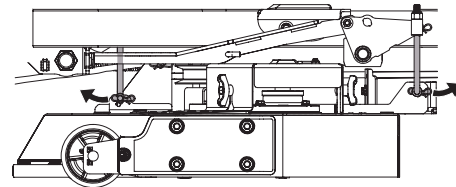

Figura 51
- 8. Extraiga el pasador de chaveta del extremo de la horquilla inferior de cada varilla de ajuste de altura de la plataforma. Hay uno al frente y uno atrás de cada lado de la plataforma. Consulte la Figura 51 (se muestra lado izquierdo).